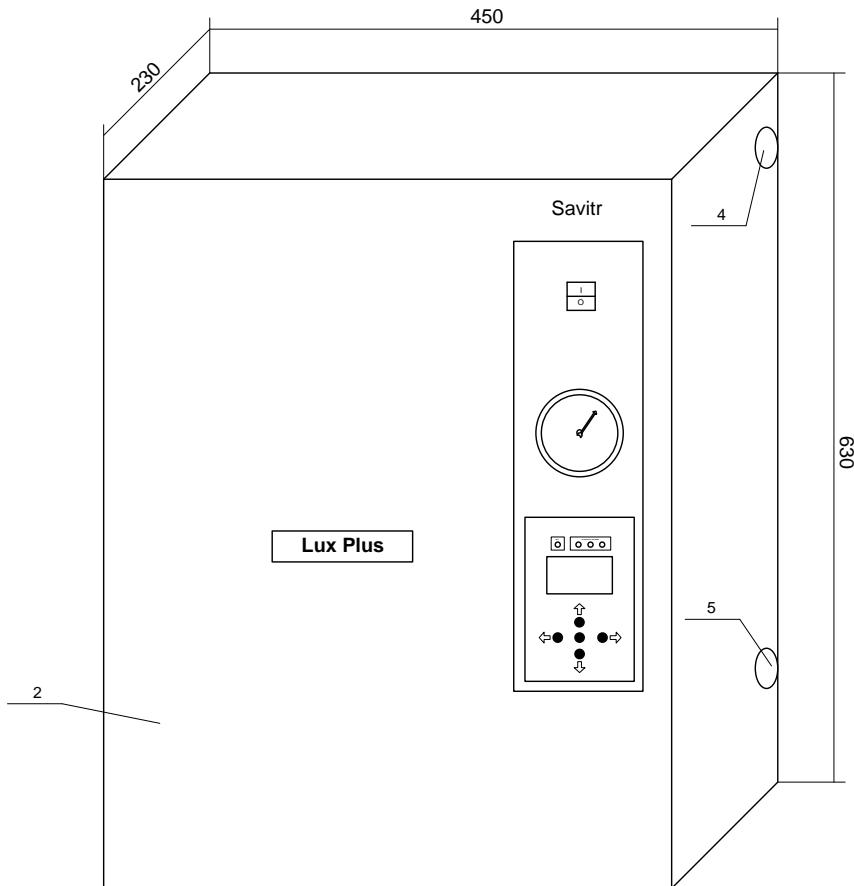

Рисунок 2. Общий вид водонагревателя «Lux Plus»
6.1. Для подготовки водонагревателя электрического типа «Lux Plus» /«Ultra Plus» к работе, необходимо подсоединить его к отопительной системе, закрепив его на стене таким образом, чтобы в случае срабатывания клапана безопасности (поз.17 рис.2) теплоноситель мог свободно стекать вниз.
Для электрического питания котла необходимо подключить три фазы к контактам пускателя (поз.10 рис.2), соответственно к клеммам А, В, С и нейтраль к клемме N. Для подключения электронагревателя к электросети необходимо использовать кабель определенного сечения (см. таблица 1).
Рекомендуется силовые кабели и кабели управления прокладывать раздельно, для этого в корпусе предусмотрены раздельные кабельные вводы (поз 4 и 5 рис. 2).
6.8. Заземлите водонагреватель. Контакт заземления (поз.11 рис.2), соедините медным гибким проводом, сечением не менее $2,5 \text{ мм}^2$ с заземляющей магистралью. Последовательное включение в заземляющую магистраль запрещается!